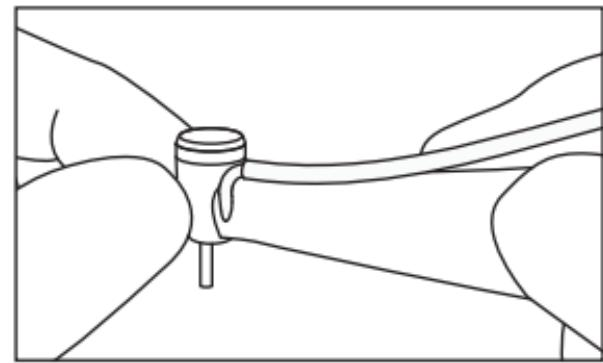

Fig. 10
5) Après l'arrêt de la rotation de l'instrument, touchez la tête de l'instrument pour confirmer qu'elle ne chauffe PAS anormalement (Fig. 10).